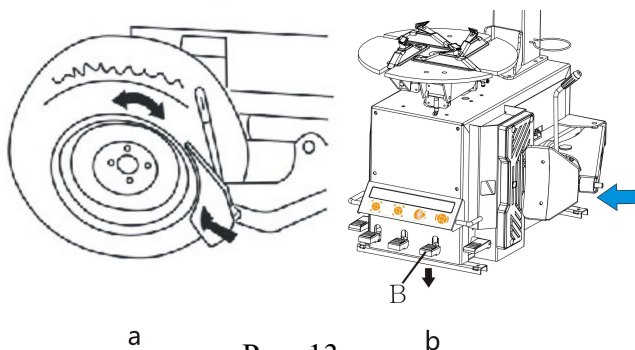

Рис. 13
- Поместите шину между отжимной лопаткой и резиновым буфером и удерживать лопатку между бортом и ободом, около 1 см до борта (Рис. 13-а). Надавите на педаль управления отжимным цилиндром В (рис. 13-б), пока шина не отойдёт от обода.